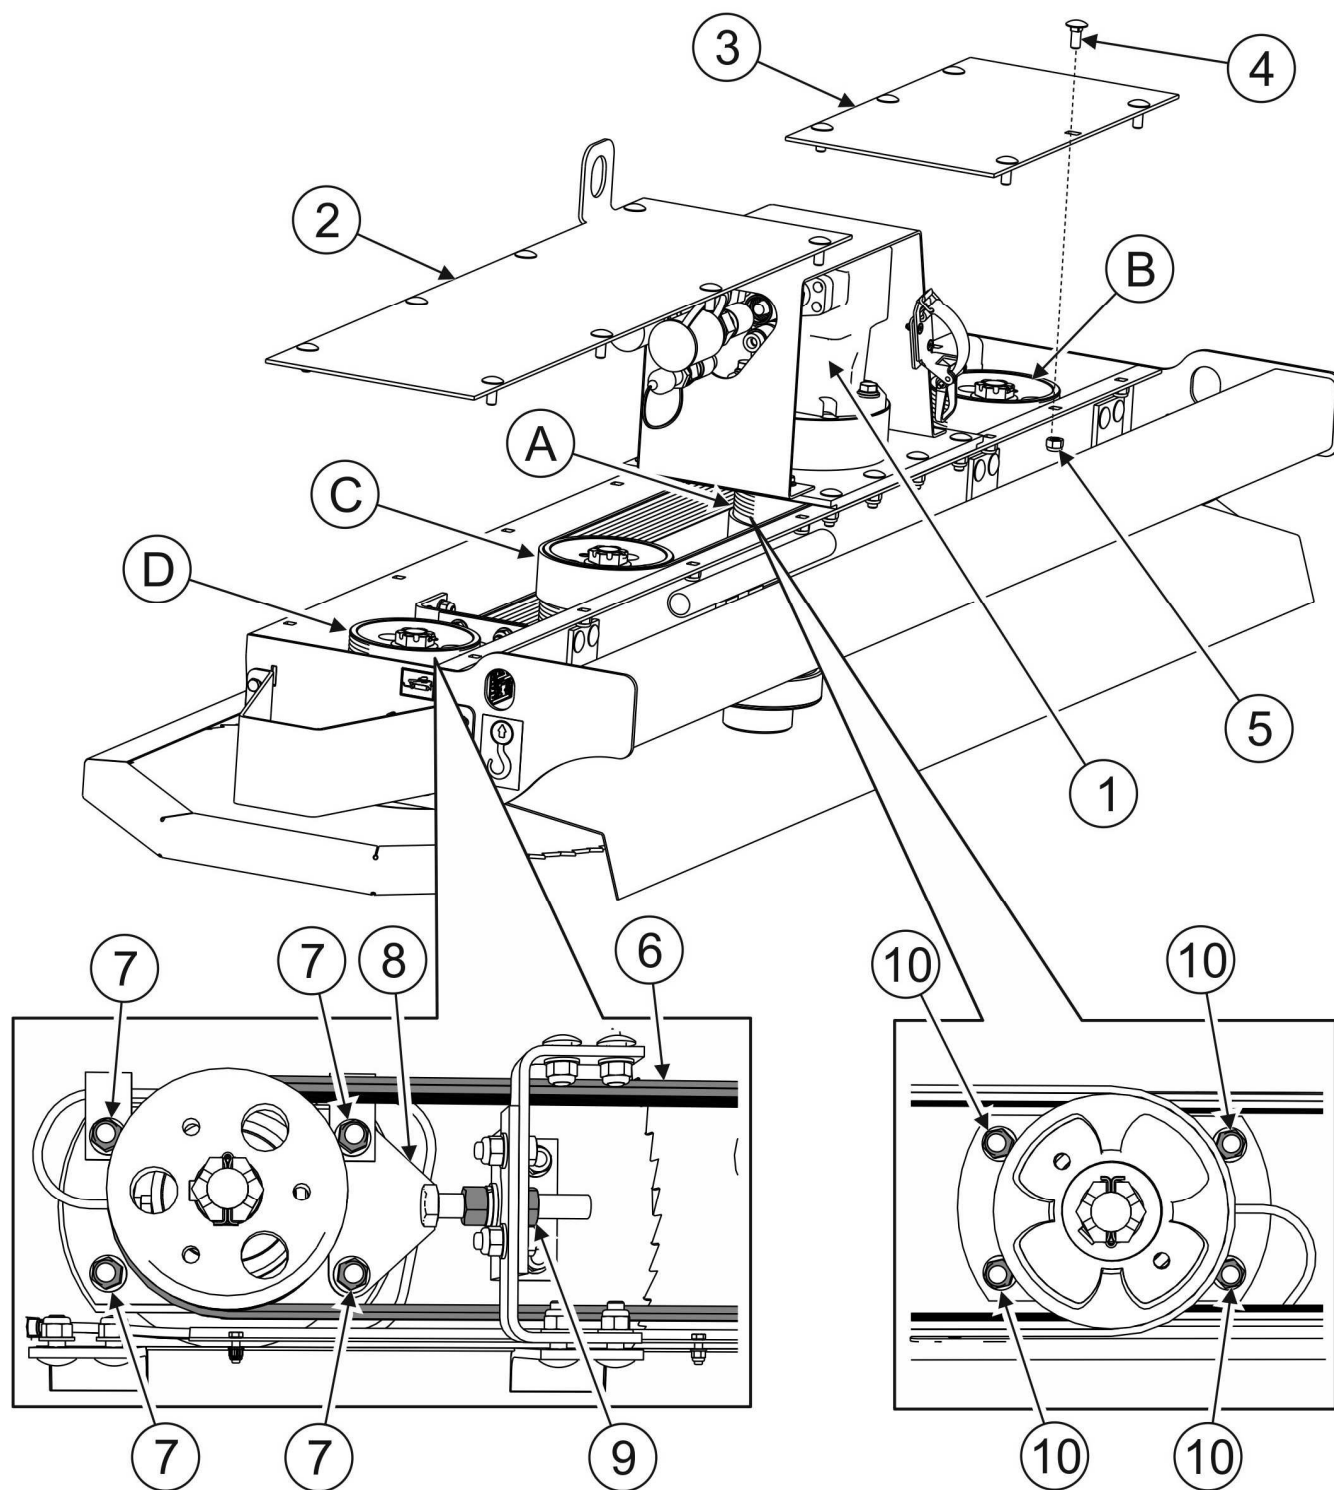
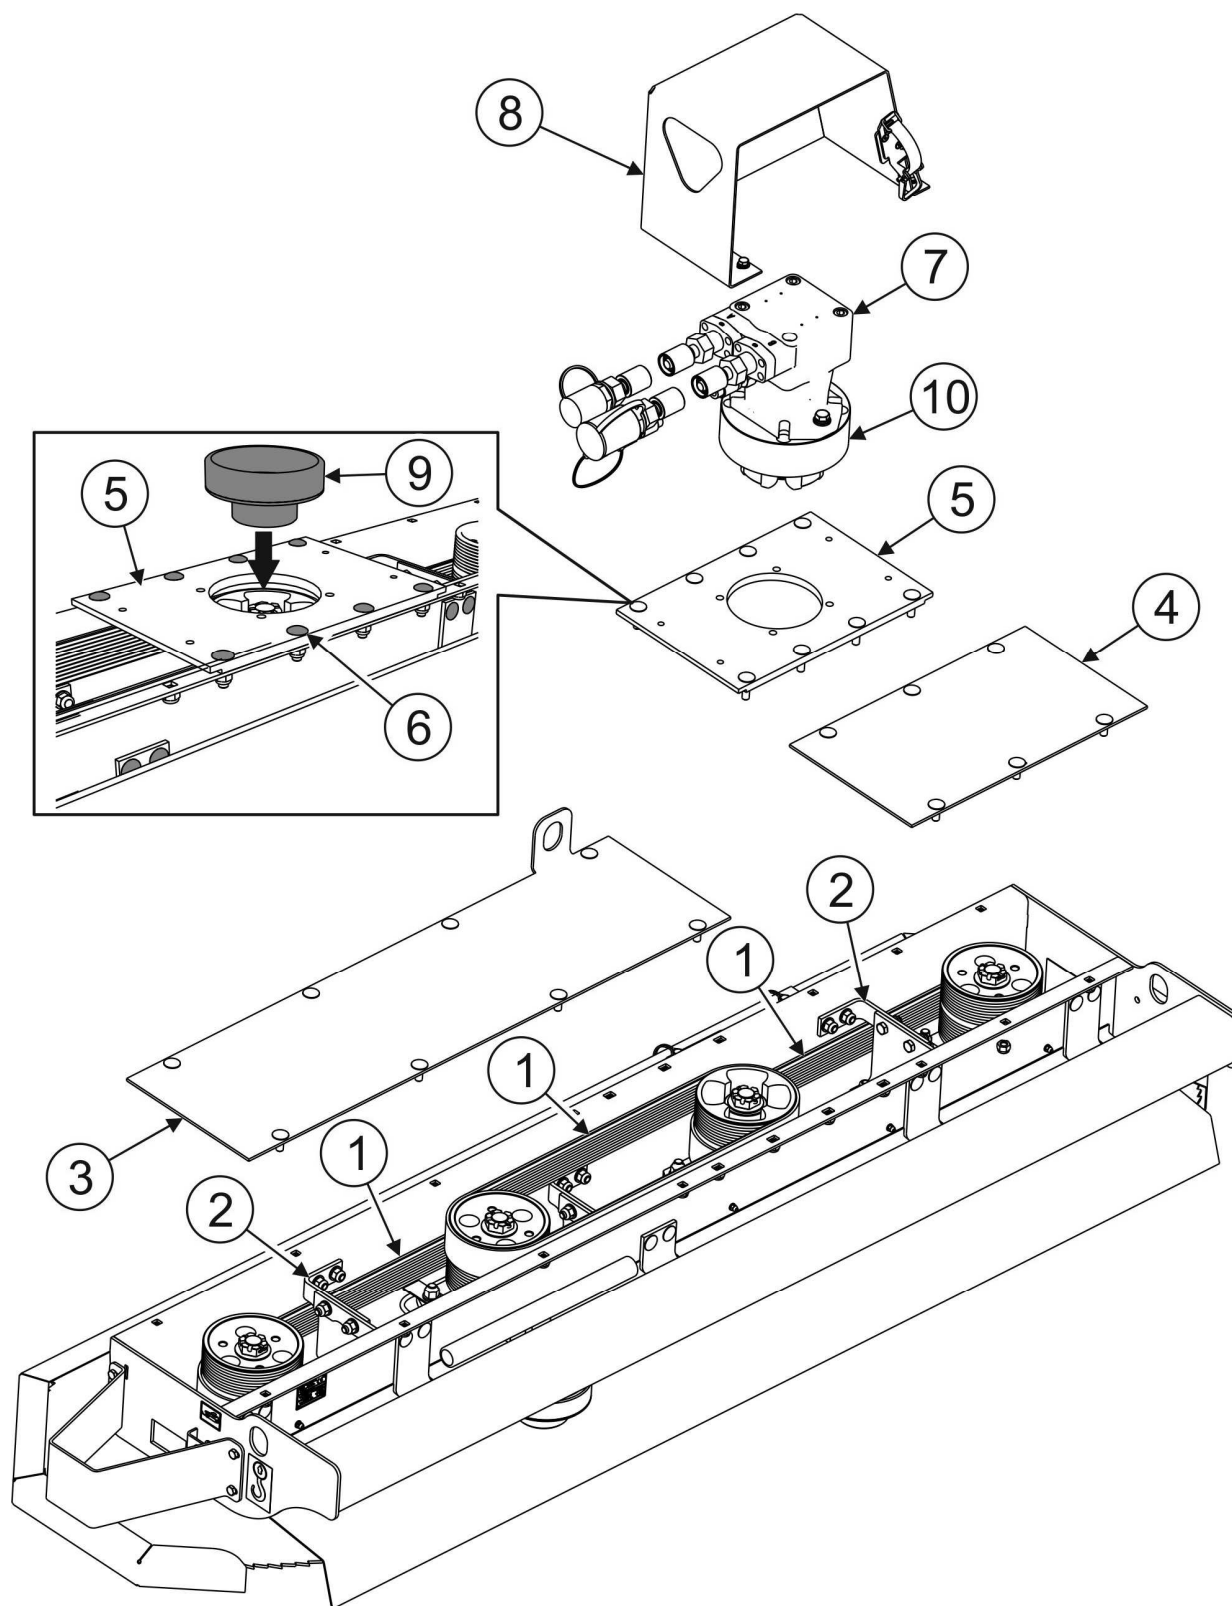

РИСУНОК 5.4 Контроль и регулирование натяжения клиновых ремней
РИСУНОК 5.5 Замена поликлиновых ремней
Проверка поликлиновых ремней (6) (РИСУНОК 5.4) сводится к проверке технического состояния и натяжения ремней. Для получения доступа к поликлиновым ремням необходимо демонтировать две верхние крышки (2) и (3) приводной системы пилы.
Прежде чем приступить к проверке натяжения поликлиновых ремней, необходимо проверить затяжку болтов (10) крепления кронштейна ременного шкива (А) гидравлического двигателя (1) (РИСУНОК 5.4).
(1)- поликлиновые ремни; (2)- кронштейн натяжителя; (3),(4)- крышка; (5)- накладка; (6)- болты; (7)- гидравлический двигатель; (8)- кожух двигателя; (9)- центрирующая втулка; (10) - дистанция двигателя.
В случае повреждения одного из ремней рекомендуется его заменить. В системе переноса привода имеются три поликлиновых ремня с каталожным номером 10 PL 1397. С целью замены поликлинового ремня необходимо демонтировать крышку (3) и (4) (РИСУНОК 5.5) и кронштейн натяжителя (2). В случае замены приводных ремней, натянутых на ременный шкив двигателя, необходимо обязательно демонтировать кожух двигателя (8), гидравлического двигателя (7) с дистанцией двигателя (10) и накладку (5). После демонтажа кронштейна натяжителя (2) и двигателя необходимо ослабить болты (7) (РИСУНОК 5.4) крепления кронштейна ременного шкива, а затем передвинуть ременный шкив до момента, когда можно будет снять поликлиновой ремень с ременного шкива.